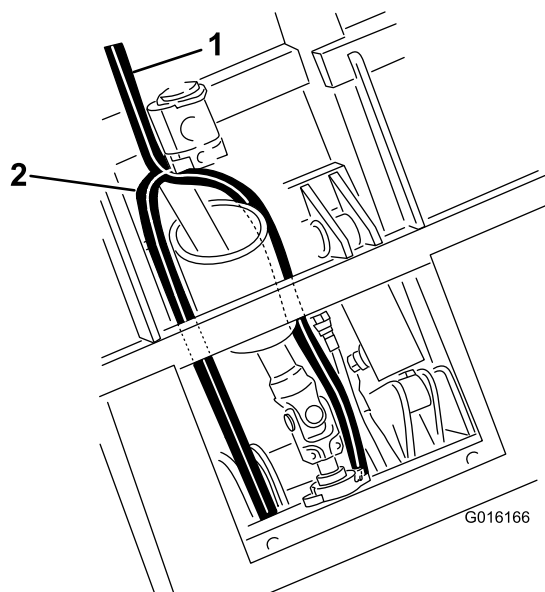

Figura 107
- Encaminhe a mangueira do depósito por debaixo do cilindro de elevação e entre os suportes de montagem do cilindro até à válvula (Figura 107).
- Encaminhe a mangueira de pressão ao lado do veio da PTO até à válvula (Figura 107).